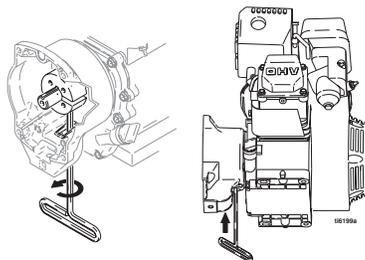

FIG. 9
3. FIG. 9. Rovesciare il motore su un lato in modo che il serbatoio si trovi in basso e il filtro dell'aria in alto.